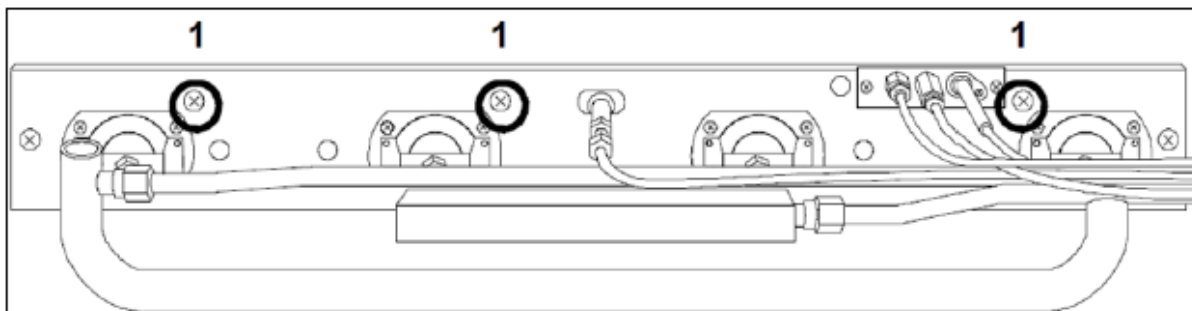

FIG.17
- Lösen Sie die 3 Schrauben, mit denen die Brennerhalterung befestigt ist (Abb. 17-Ref. 1).